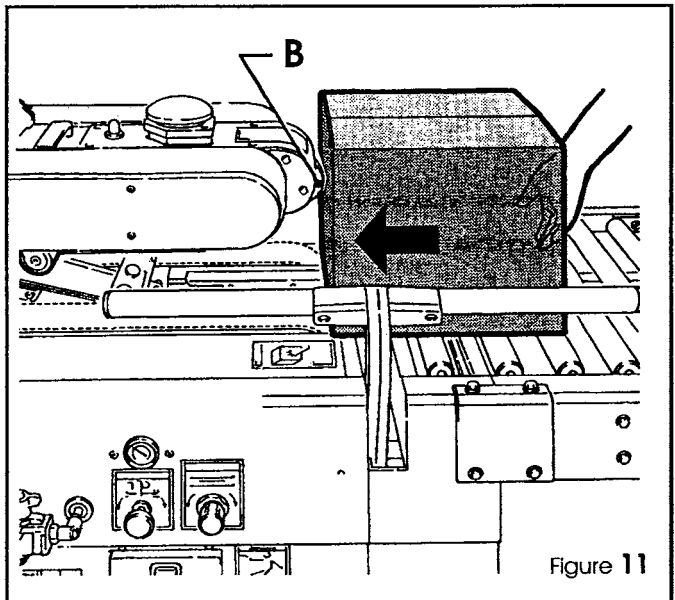

Figure 11
2. Zodra de leisponningen de doos gecentreerd hebben, duwt de machinebediener de doos tegen de schakelknop **B** op de voorkant van de bovenaandrijfgroep (zie figure 11), waardoor de bovenste kleefkop door twee luchtcilinders omhooggetild wordt. De bovenste kleefkop gaat automatisch omhoog, zodat de machinebediener de doos onder de bovenste transportband kan schuiven.